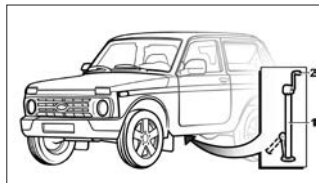

Рис. 42. Подъем автомобиля при замене колес
- ослабьте гайки крепления заменяемого колеса на один оборот комбинированным ключом (рис. 42);